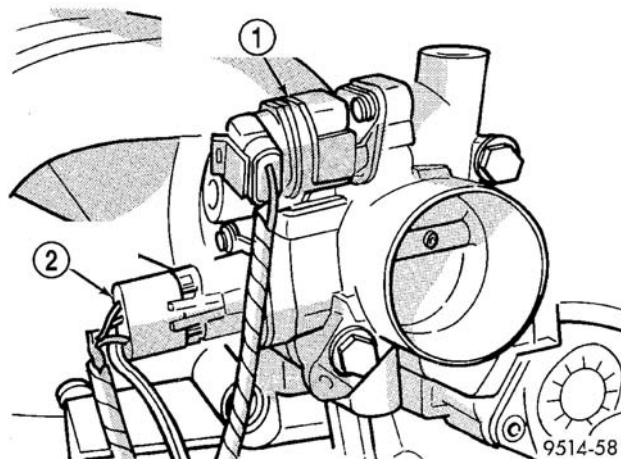

图 106 节气门体线束接头-典型
- (3) 断开在节气门体的进气管和卸下上空气滤清器外壳。
- (4) 从节气门位置传感器 (TPS) 断开接头 (图 106)。
- (5) 从怠速空气控制 (IAC) 马达断开接头 (图 106)。